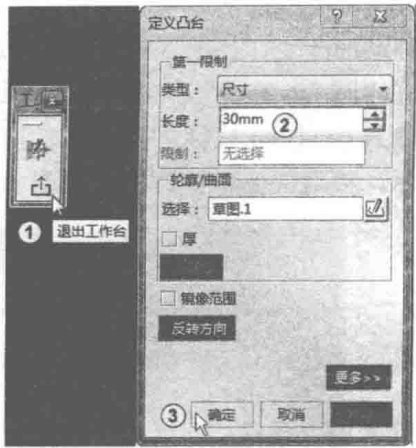

图 1-14 输入参数
单击“退出工作台”按钮，退出草图模式，如图 1-14 中①所示。单击屏幕右侧的“凸台”按钮，系统弹出“定义凸台”对话框，单击“类型”下拉列表框，在弹出的下拉列表中选择“尺寸”，在“长度”文本框中输入 30，单击“确定”按钮，如图 1-14 中②③所